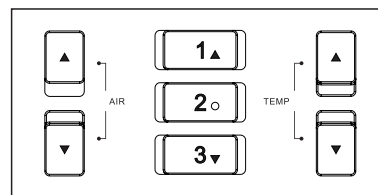

Figura 1-4
1. Establecer el valor de volumen de aire: presione los botones "▲" o "▼" de AIR (como la Figura 1-4). Mantenga presionado para un ajuste rápido y el valor de ajuste se guardará automáticamente después de 3 segundos de dejar de presionar.